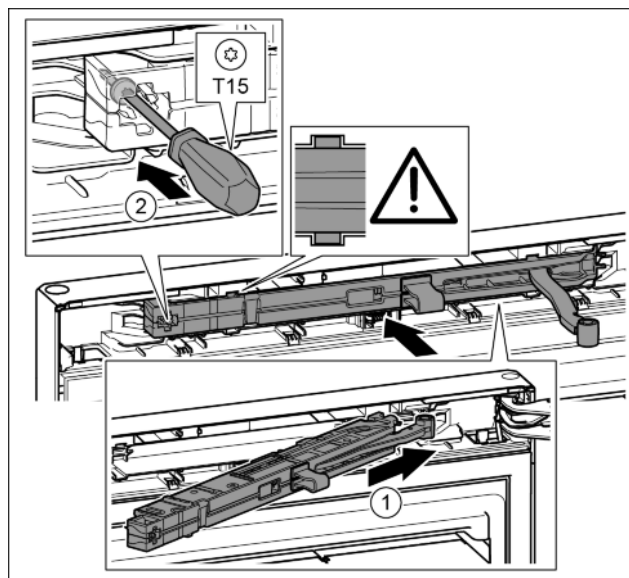

Fig. 21
- ▶ Вкарайте блока на затварящия демпфер от страната на лагерната стойка докрай под ъгъл в отвора. Fig. 21 (1)
- ▶ С отвертка T15 затегнете винта. Fig. 21 (2)